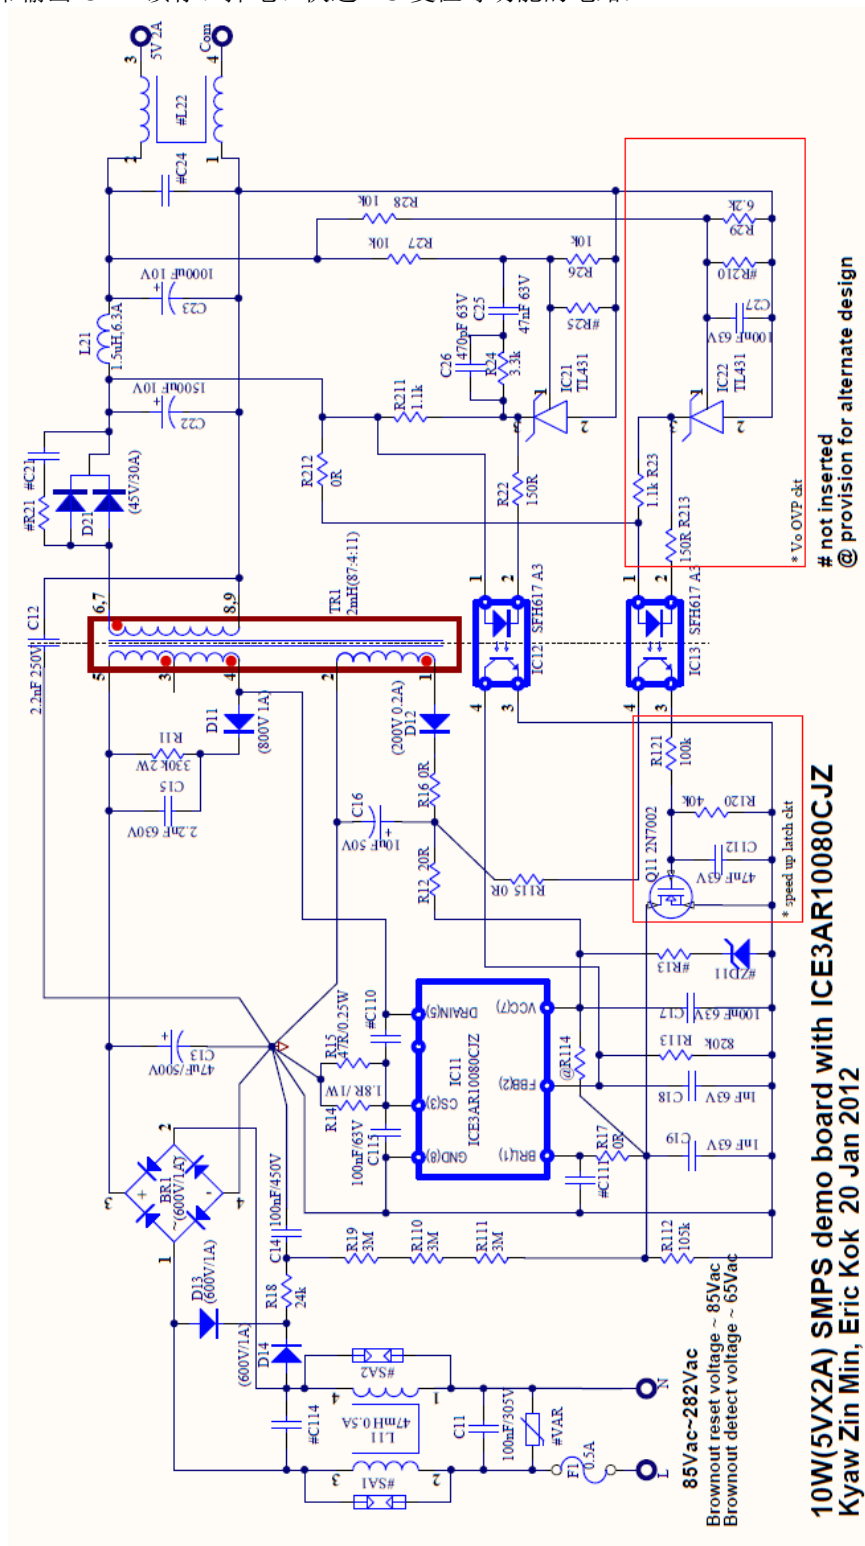

图 3 带 ICE3AR10080CJZ 10W 5V 的典型应用电路
- 其中, R_{opto} : 次级侧与光耦合器串联的电阻器 (例如 图 3 中的 R22)
- G_{TL431} : 回路补偿网络的电压传输增益 (例如 图 3 中的 R22、R211、R24、R25、R26、R27、C25、C26)
Vcc 电压必须始终高于 V_{VCCoff} (即 10.5V), 这一点非常重要。否则无法实现期望的低待机功率。且 IC 会进入自动重启模式。图 3 显示了一种 **Vcc** 电路供参考。这种电路适合变压器耦合不良的低成本变压器设计。因此增加 R13 和 ZD11, 以防 **Vcc** 电压在高负载以及触发 **Vcc** OVP 保护等极端情况下超过 25.5 V。如果变压器耦合良好, 则不需要此电路。